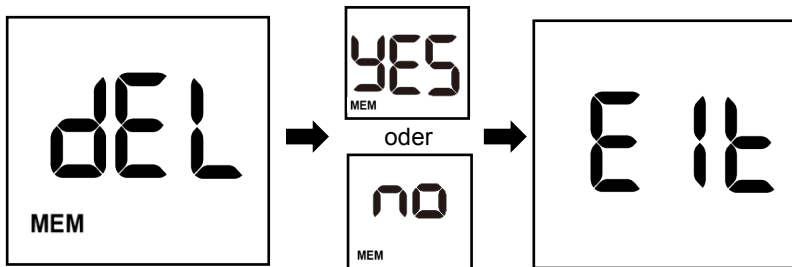

Abb. 21
- Drücken Sie die Taste \blacktriangleleft oder \blacktriangleright , um den Löschmodus für den Bericht wie in Abb. 21 dargestellt aufzurufen.